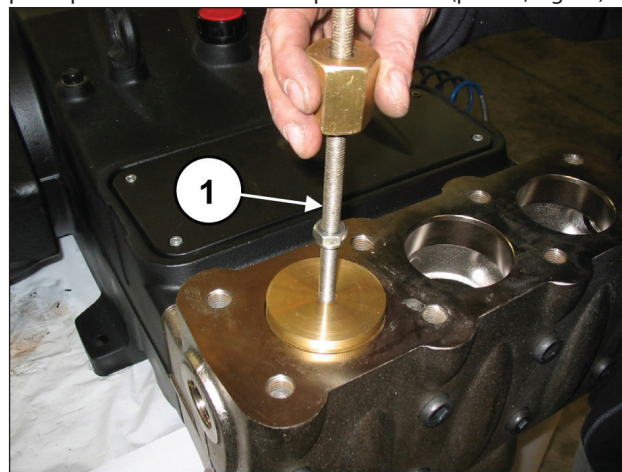

Fig. 90
Extraia a tampa da válvula com o uso de um martelo extrator para aplicar o furo M10 da tampa da válvula (pos. ①, Fig. 90).